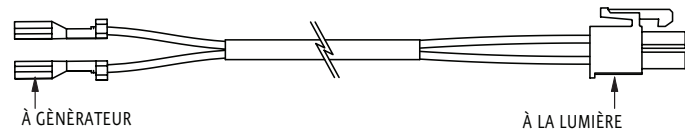

Figure 2
**REMARQUE IMPORTANTE:** Les pattes de connexion rapide devrait être sur le côté du générateur, le connecteur doit être Molex acheminés vers la lumière, voir figure 2.